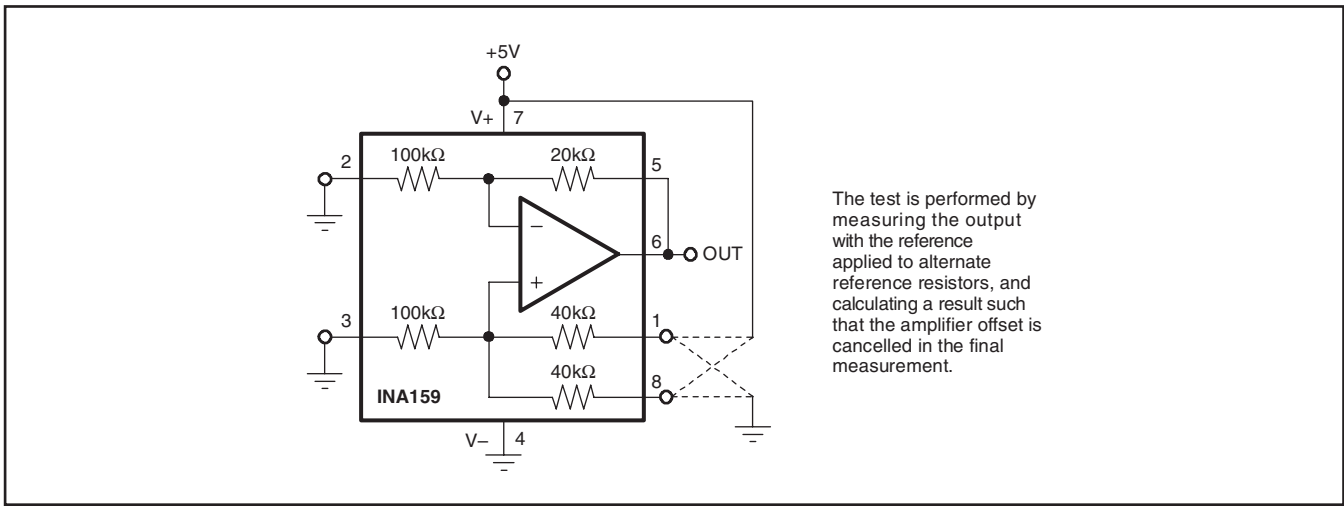

図 2. リファレンス・ディバイダ精度のテスト回路
- (1) アンプの入力バイアスとオフセット電流の影響を含みます。
- (2) リファレンス・ディバイダの精度を規定する抵抗の構成を、図2に示します。
- (3) 内部抵抗は、抵抗値比率は調整されていますが、絶対値で±20%の誤差があります。
- (4) アンプの入力電流ノイズと抵抗ネットワークによる熱雑音の影響を含みます。